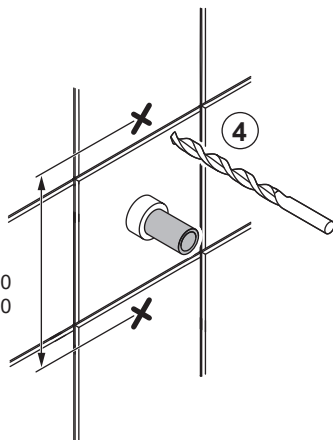

Fig. 1
Alla infästningar med skruv genom tätskikt ska tätas, se "Fig. 1" eller "Fig. 2". Material för tätning ska fästa mot underlaget och vara vattenbeständigt, mögelresistent och åldersbeständigt.
4. The screw mountings where the bath or shower will be installed should be of a sturdy design, for instance made of concrete, wooden studs, wooden nogging pieces or a design that has been tested and approved for mounting. If mountings are fitted with screws through the moisture barrier, the holes must be sealed. See "Fig. 1" or "Fig. 2". The sealant material must attach firmly to the underlying surface and be water-resistant, mould-resistant and non-ageing.
4. Skru innfestinger på steder for bad eller dusj skal gjøres i betong eller annen massiv konstruksjon, trebjelker, trestendere eller i konstruksjon som er testet og godkjent for innfesting. Alle innfestinger med skru gjennom tettesjikt skal tettes, se "Fig. 1" eller "Fig. 2". Materialet for tetting skal feste mot underlaget og være vannbestandig, muggresistent og aldersbestandig.